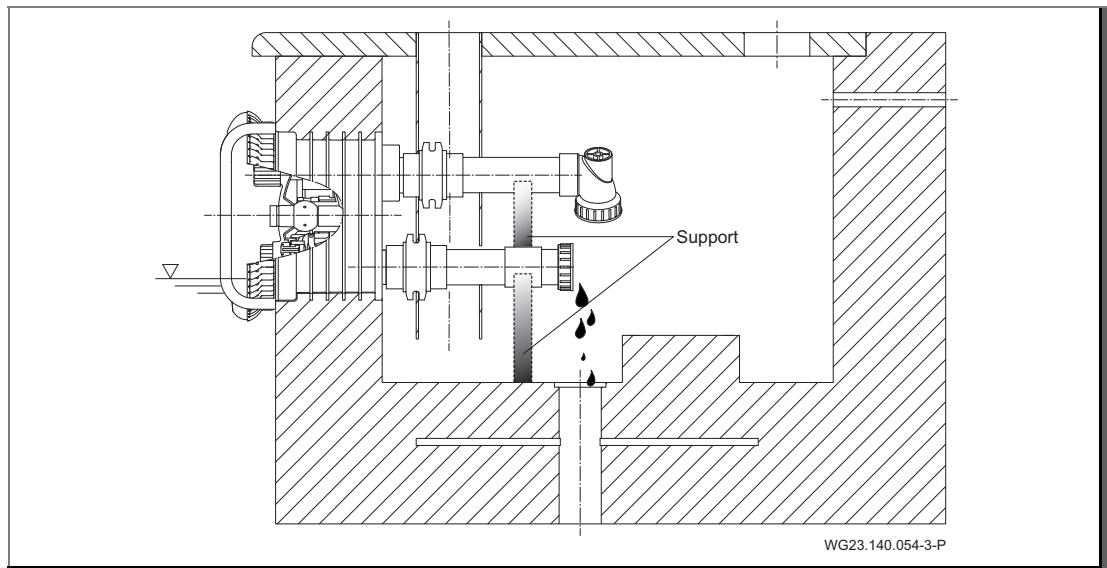

Fig. 27
3. Soulager les tuyauteries d'aspiration et de refoulement par des supports. Voir "Fig. 27".